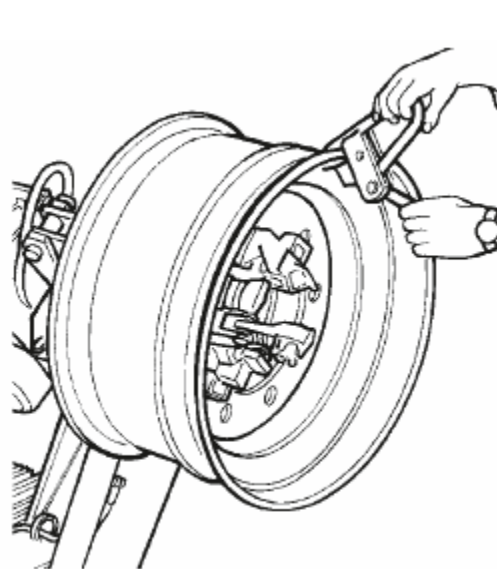

Рис.19
- 3) Прикрепите хомут к краю диска в его наивысшей точке (см. рис. 19).
3) Прикрепите к наивысшей точке на внешней кромке обода хомут (см. рис. 19).